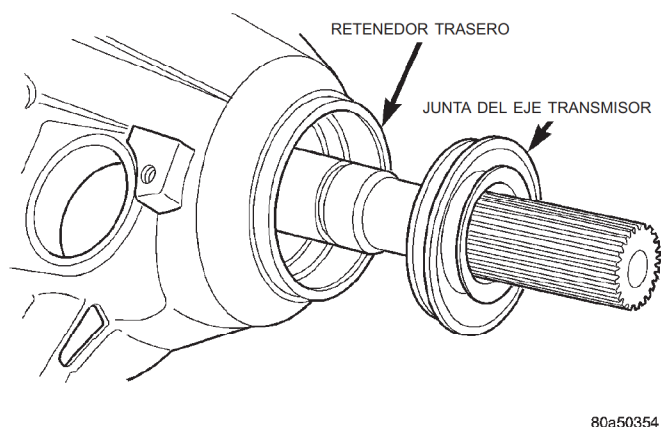

Fig. 12 Desmontaje de la junta trasera
(4) Retire la junta trasera del retén (Fig. 12). Utilice una herramienta para hacer palanca o aplaste la junta con un punzón, a fin de retirarla.